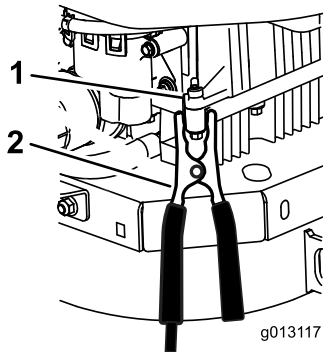

Figura 51
6. Efetue a ligação final no **bloco do motor** (não no borne negativo da bateria) da máquina com a bateria descarregada, longe da bateria, e afaste-se (Figura 51).